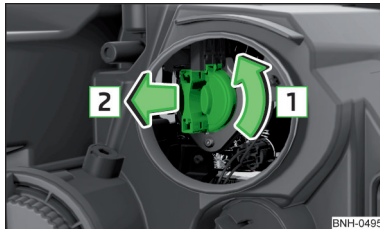

Abb. 186
- › Den Sockel bis zum Anschlag in Pfeilrichtung **1** drehen » Abb. 186.